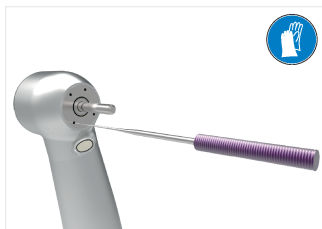

Рис. 5
1. Прочистите каналы распылителя чистящей иглой Bien-Air Dental SA. **Рис. 5**